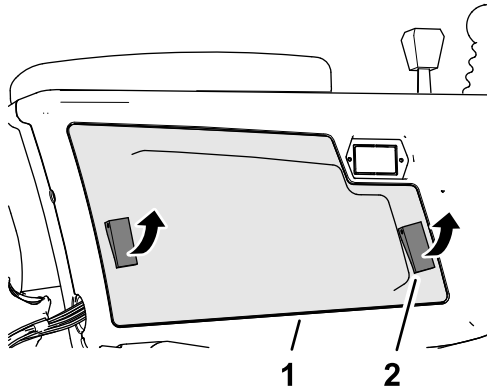

Figure 87
2. Ouvrez les 2 attaches qui fixent le couvercle du bras de commande sur le bras, et déposez le couvercle (Figure 87).